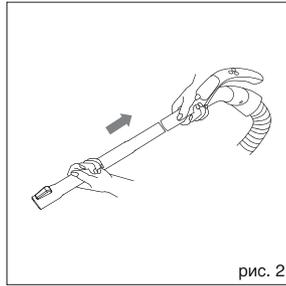

рис. 2
- Вставьте рукоятку гибкого шланга (12) в телескопическую удлинительную трубку (18) (рис. 2).